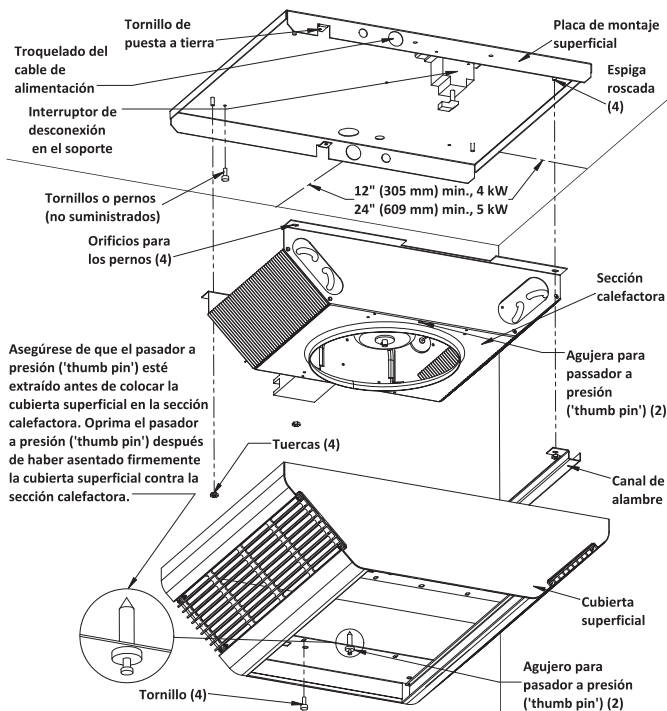

Figura 2
6. Posicione la placa de montaje superficial contra el cielorraso y asegúrela con pernos o tornillos (Figura 2). Vea la Advertencia n.º 9. Conecte el cable de puesta a tierra al tornillo verde de tierra de la placa de montaje superficial.
10. Posicione la sección calefactora sobre las espigas roscadas de la placa de montaje superficial (Figura 2).
11. Empuje la sección del calefactor contra los pernos y coloque dos tuercas (incluidas) en los pernos para sujetar la mitad de la sección del calefactor opuesta a los cables enfundados a la placa de montaje en superficie. Empuje el cablecanal contra los pernos asegurándose de que los cables enfundados queden adentro del cablecanal y coloque dos tuercas (incluidas) en los pernos para sujetar el cablecanal y la otra mitad del calefactor a la placa de montaje en superficie. (Figura 2).
SI NO SE INSTALAN LAS CUATRO TUERCAS DE MONTAJE, EL CALEFACTOR PODRÍA CAER (VEA LA FIGURA 2).
- NOTA:** asegúrese de que el pasador a presión ('thumb pin') de cada extremo de la abertura de la rejilla de descarga esté extraído, para permitir que el cuerpo de estos pasadores encaje en los agujeros de la sección calefactora (Figura 2).
15. Instale y apriete firmemente los cuatro tornillos (suministrados) para asegurar la cubierta superficial a la sección calefactora (Figura 2).
SI NO SE INSTALAN LOS CUATRO TORNILLOS, LA CUBIERTA SUPERFICIAL PODRÍA CAER (VEA LA FIGURA 2).